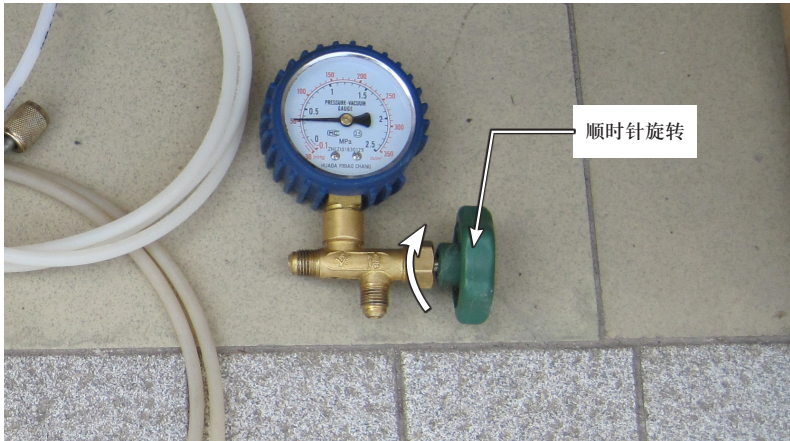

图 3-26 关闭压力表
1) 顺时针旋转压力表手柄到底以关闭阀门，如图 3-26 所示。